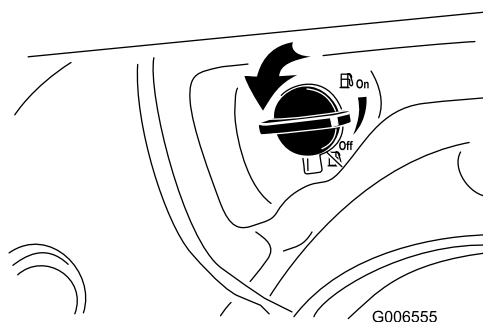

Figure 24
2. Ouvrez le robinet de carburant en le tournant de 1/4 de tour dans le sens anti-horaire (Figure 24).